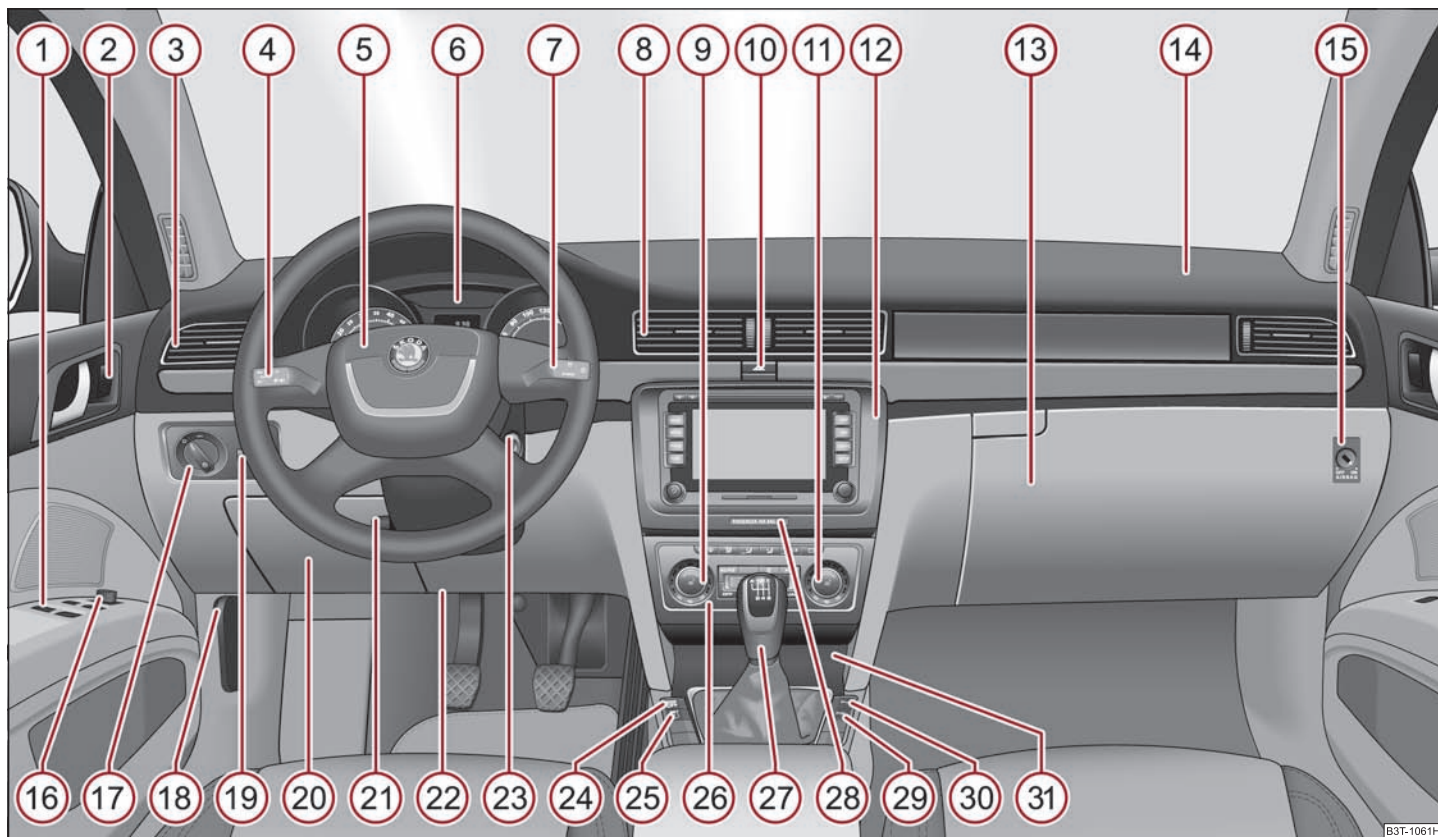

Fig. 1 Quelques-uns des équipements ci-dessus ne sont montés que sur certaines versions ou sont des options.
⑫	Selon l'équipement:			– Levier sélecteur (Automatique DSG)*	133
⑬	Rangement sur le côté du passager AV	98	㉚	Aides de stationnement AV et AR*	125
⑭	Airbag du passager AV	178	㉛	Selon l'équipement:
- La disposition des commandes diffère partiellement de celle indiquée dans ⇒ page 8, fig. 1 sur les véhicules avec direction à droite. Les symboles des commandes sont toutefois identiques. ■